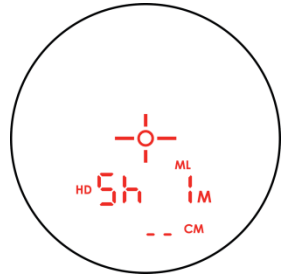

Abbildung 34
1. Drücken Sie kurz  oder , um so lange zu blättern, bis die Hauptanzeige ähnlich wie in Abbildung 34 aussieht.